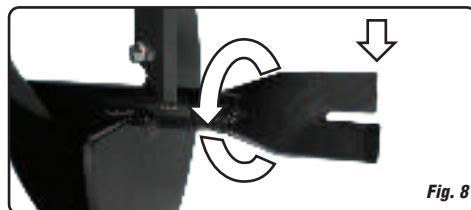

Fig. 8
3. Retirez et nettoyez les filtres en mousse. (Fig. 8)